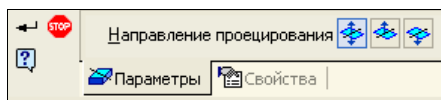

Рис. 44.5. Панель свойств: Линия разъема
- ◆ из панели инструментов **Вспомогательная геометрия** вызовите команду **Линия разъема**. Эта команда позволяет разбить грань на несколько граней. Причем разбиение граней происходит по линии пересечения этой грани с поверхностью, образованной перемещением данного эскиза в направлении, перпендикулярном его плоскости. На Панели свойств: Линия разъема (рис. 44.5) группа переключателей **Направление проецирования** позволяет задать направление перемещения выделенного эскиза. Выделите ЛК кнопку **Обратное направление**;